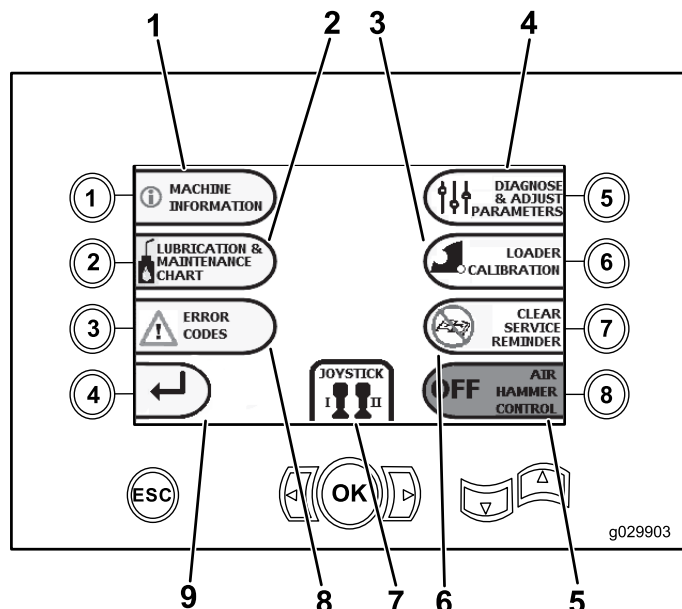

Рисунок 8
- Кнопка 5 – диагностика и регулировка параметров (Рисунок 8)
- Кнопка 6 – настройка калибровки загрузчика (Рисунок 8)
- Кнопка 7 – очистка напоминания о техническом обслуживании (Рисунок 8)
- Кнопка 8 – управление пневматическим молотом (Рисунок 8)
- Кнопка ОК – возврат на Экран выбора управления (страница 7), как показано в Рисунок 8